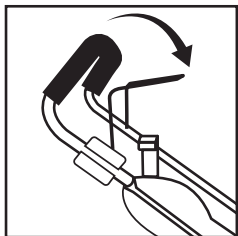

Рис. 22
1. Отпустите скобу включения зажигания двигателя от рукоятки (Рис. 22)